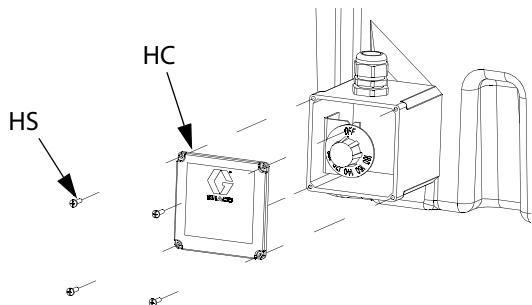

Рис. 13. Крышка погружного нагревателя
- Установите крышку погружного нагревателя (HC) при помощи винтов (HS). См. Рис. 13.
- Откройте люк распределительной коробки и удалите соответствующую заглушку провода нагревателя. Установите кабельный ввод втулки (302). Проведите кабель питания (303) через кабельный ввод.